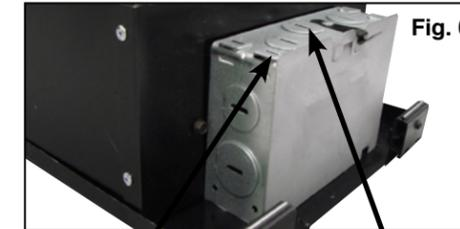

Fig. 6
2. Retire la tapa de la caja de empalmes y conecte el servicio eléctrico de la siguiente manera: (Fig. 6).